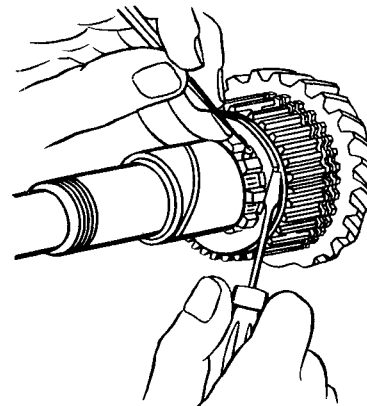

Рис. 104. Утапливание штифта при снятии упорной шайбы шестерни II передачи
- утопить штифт в отверстие (рис. 104);